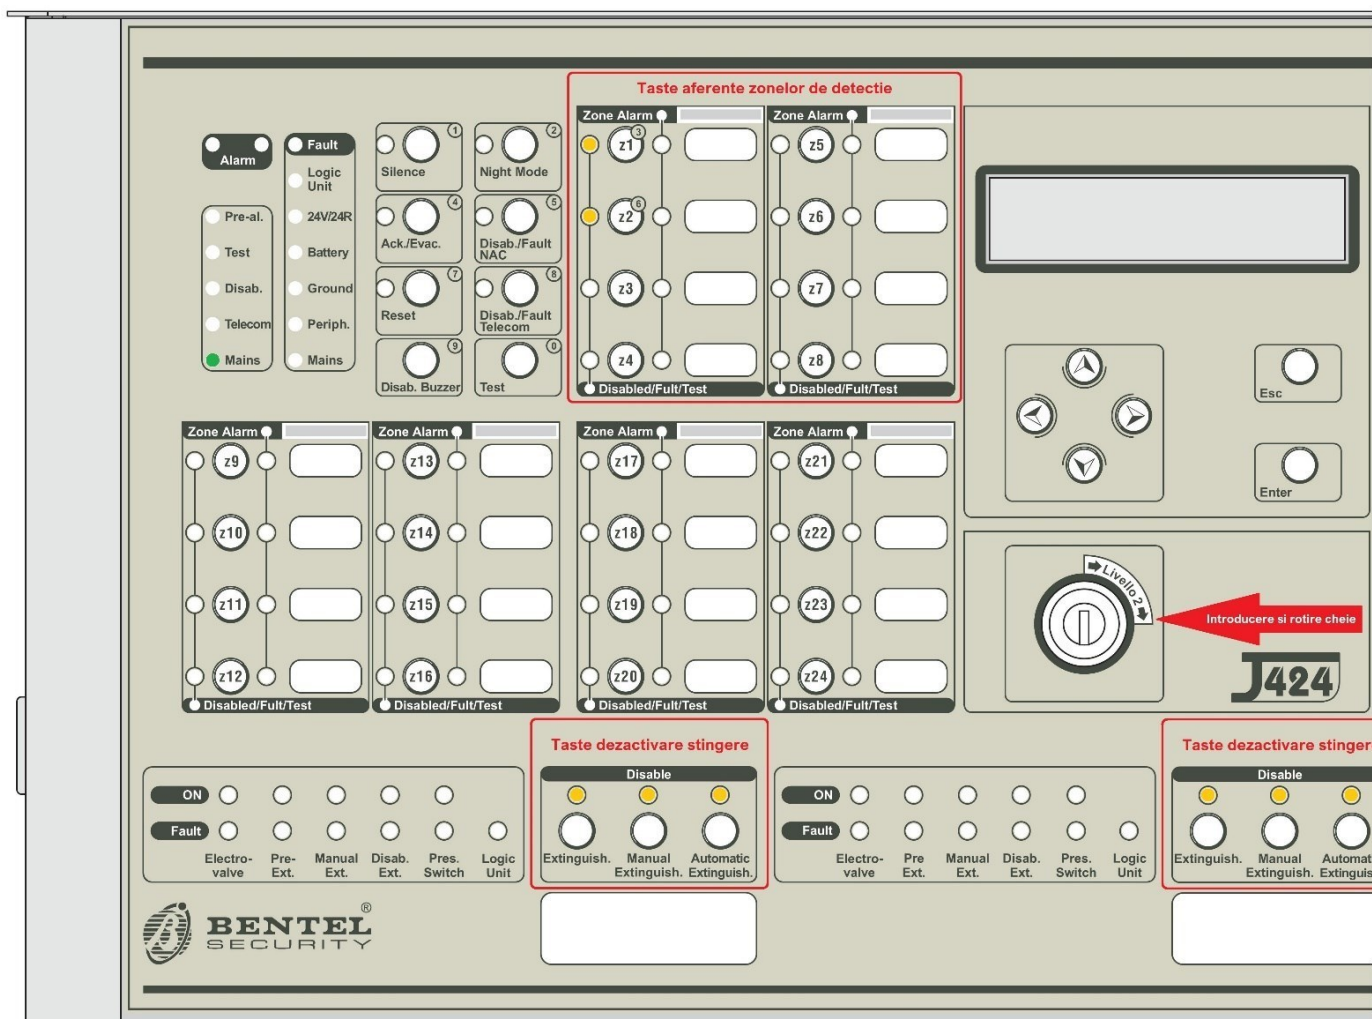

Fig. 7 - Dezactivare
1. Rotiți cheia pe Level 2 (Fig. 7);
3. Pentru dezactivare stingere, se apasă butoanele *Stingere*, *Stingere – Manuala*, *Stingere – Automată* (în dreptul lor se va aprinde led-ul galben – Fig. 7);